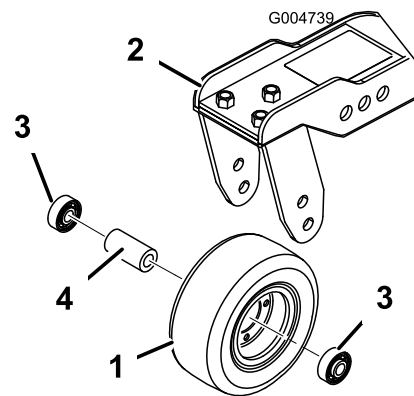
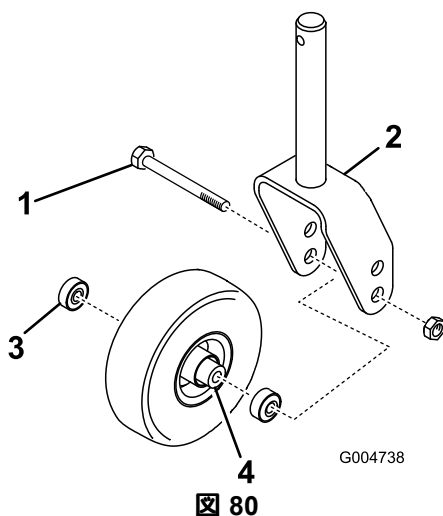

図 81
図 80
2. ホイールのハブからベアリングを外す。ベアリングスペーサが落ちてくる図 80 と 図 81。
1. キャスタホイールアセンブリをキャストフォークまたはキャストピボットアーム 図 80 に保持しているボルトからロックナットを外す 図 81。